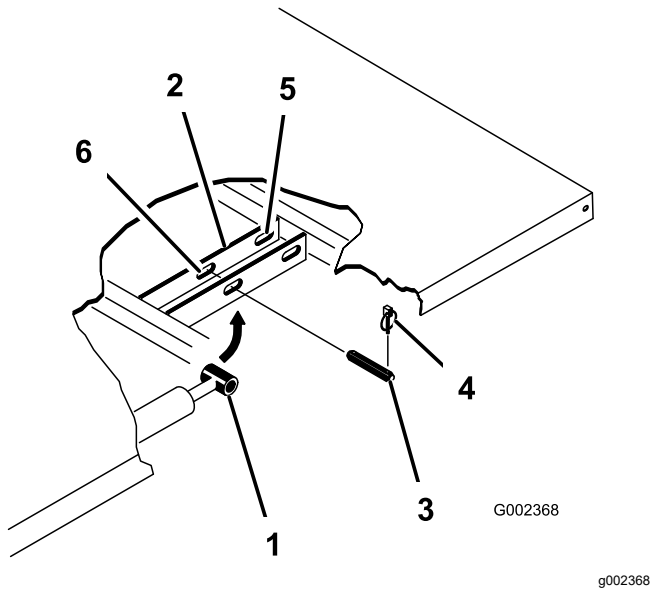

Figura 33
3. Rimuovete le coppiglie ad anello dalle estremità esterne dei perni con testa dell'asta del cilindro (Figura 33).
4. Rimuovete i perni con testa che fissano le estremità dell'asta del cilindro alle piastre di fissaggio del pianale, premendoli verso l'interno (Figura 33).
5. Rimuovete gli acciarini ed i perni con testa che fissano le staffe orientabili ai profilati del telaio (Figura 33)